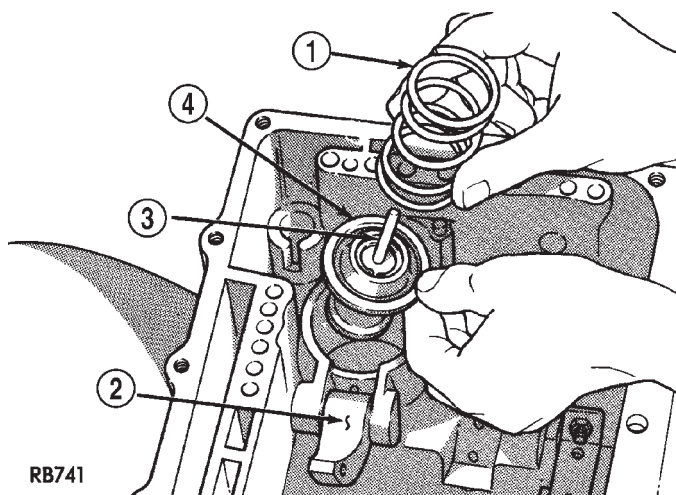

Fig. 65 Émbolo y muelle de retroceso del émbolo de retirada
(24) Instale el conjunto del émbolo del servo de retirada y el muelle de retroceso (Fig. 65).